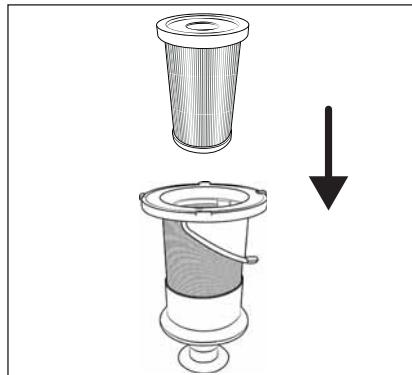

Fig. 22
- Non ruotare il filtro in acciaio inox ⑤, quando lo si inserisce nel contenitore di raccolta della polvere ⑥. Fare, inoltre, attenzione ai due segni colorati sul filtro in acciaio inox ⑤ e sul contenitore di raccolta della polvere ⑥, per inserire correttamente il filtro in acciaio inox ⑤.
- 7) Inserire il filtro HEPA ④ nel filtro in acciaio inox ⑤ (vedere fig. 22).